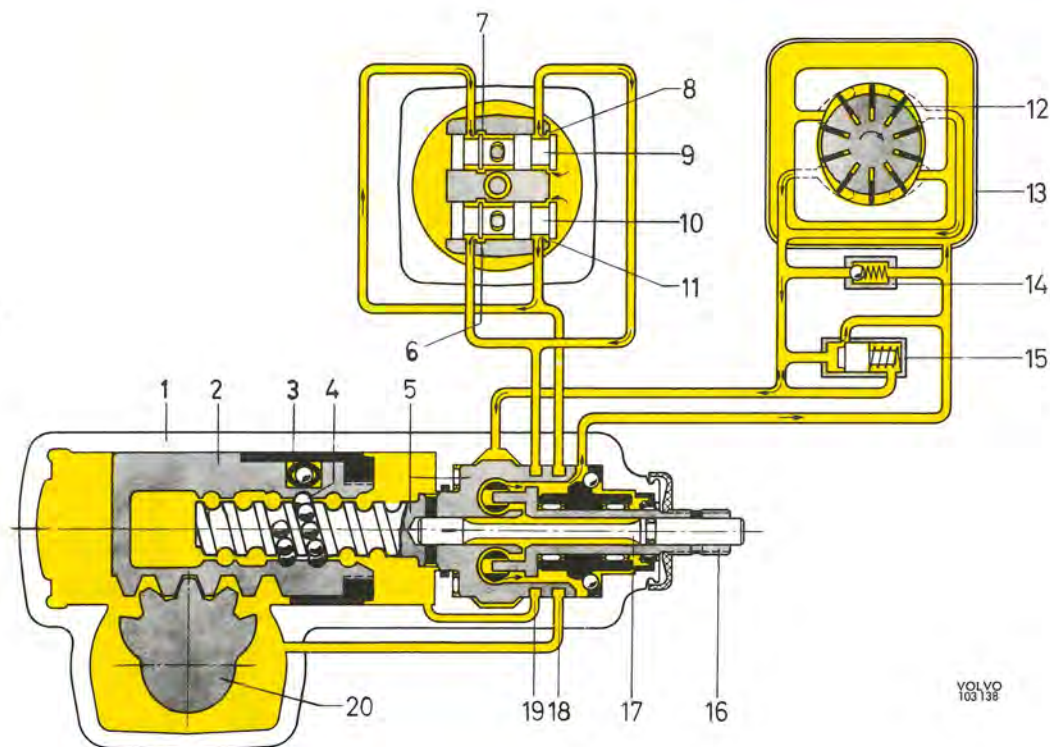

Bild 45. Funktionsprincip, neutralläge
Husets (1 bild 45) nedre del är utformad som en cylinder i vilken kolven (2) är placerad. Denna är på ena sidan utformad som kuggstång med ingrepp i styxaxelns (20) kuggsegment. Kolvens axiella rörelse, vilken bestämmer hjulvridningen, erhålls genom snäckskruv (5) via kulmuttern. Kulorna (4) ligger i spiralskurna spår och bildar gängen i muttern. Snäckskruvens rörelse kommer från rattaxeln vid styrspindeln (16) och den i denna fästade torsionsstaven (17). Lagringen av snäckskruv (5) sker i övre delen av huset dels genom ett axialnållager dels genom ett koniskt kullager. Det sistnämnda innerbana utgör samtidigt ytterbana för styrspindelns dubbla nållager.
Från pumpen trycks oljan in i ett ringformigt rum runt ventilhuset (den stora cirkeln i tvärsnittet). I neutralläge (bild 45) är ventilerna (9 och 10) så inställda, att oljan kan passera inloppen (8 och 11) och strömma vidare till radialsparerna (18 och 19) i ventilhuset. Härifrån leds oljan dels till kolvens (2) båda sidor genom kanaler (18 och 19), dels så länge ventilerna är i neutralläge, till de båda utloppssparerna (6 och 7) vid styrventilerna. Från utloppssparerna strömmar olja genom returledningen tillbaka till behållaren.